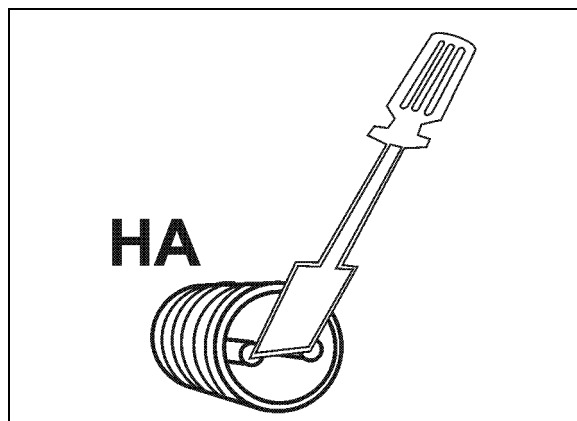

Fig. 13
3. Puentear los polos del zócalo de conexión varias veces con un destornillador pequeño (Fig. 13).